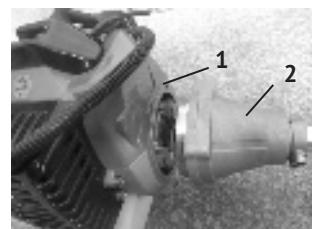

рис.2
- соединить корпус муфты сцепления (рис.2 поз.2) с закреплённой штангой и корпусом двигателя (рис.2 поз.1). При этом шлицевая втулка соединяет выходной шпиндель двигателя с валом.